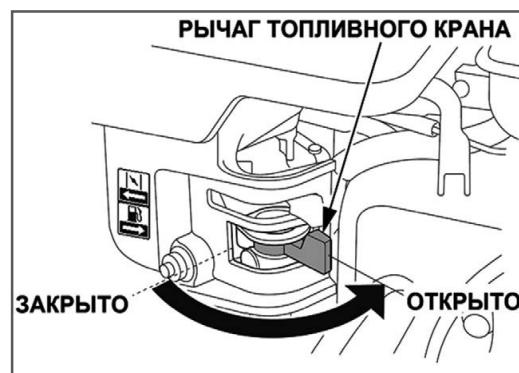

Рис.9 Топливный кран карбюратора
2. Откройте топливный кран карбюратора. Для этого рычаг топливного крана (Рис. 9) установите в крайнее правое положение.5. Выключатель зажигания установите в положение ON (Включено) (Рис. 12).